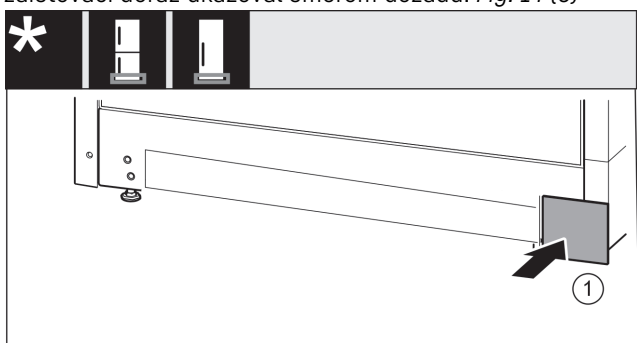

Fig. 15
- ▶ Kryt opäť nasadíte na druhú stranu. Fig. 15 (1)